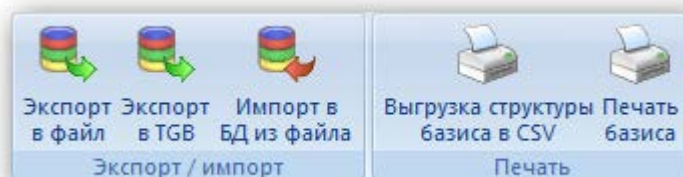

Рис. 10-199 – Вкладка «Конфигурации» окна редактора конфигураций
- 2) После этого откроется диалоговое окно «Редактор конфигураций» (рис. 10-199).